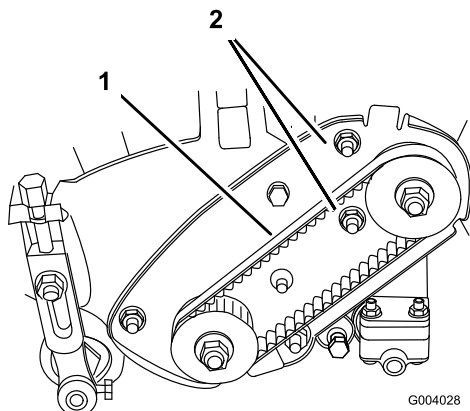

図 32
- A. ベアリング・ハウジング取り付けナットをゆるめる（図 32）。
- C. トルクレンチの設定が狂わないように注意しながら、ベアリング・ハウジング取り付けナットを締め付ける（図 32）。ベルトを締め付けすぎないように注意する。